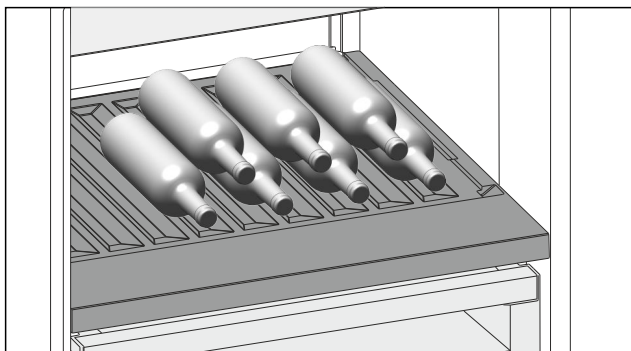

Fig. 222 Ilustrační zobrazení
- Láhve ukládejte dnem dozadu k zadní stěně. (viz Fig. 222)